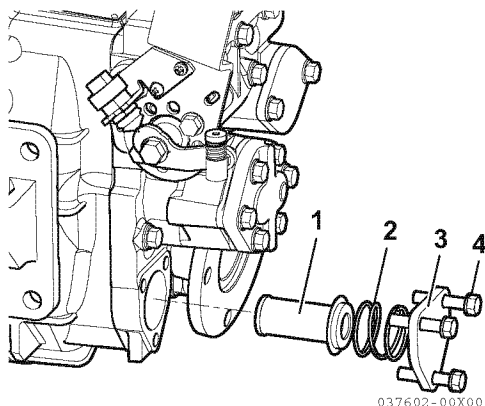

Figura 2
4. Rimuovere i tre bulloni M8 x 40 (4, **Figura 2**) e le rondelle.
5. Rimuovere la copertura (3, **Figura 2**), la molla (2, **Figura 2**) e il filtro olio (1, **Figura 2**).
*Nota: Il filtro olio (1, **Figura 2**) deve essere lavato con olio pulito ogniqualvolta si sostituisce l'olio.*